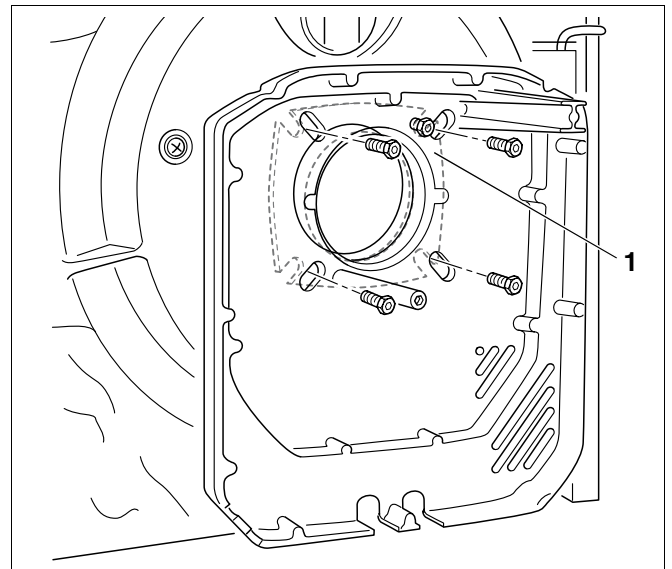

Fig. 20 Fixer la paroi arrière
- Dans la prochaine phase de montage, la paroi arrière doit être vissée sur la porte du brûleur à l'aide de quatre vis, le joint à bride et la tuyère de brûleur étant en place (fig. 20, **pos. 1**). La position de montage doit être celle de la figure 20.